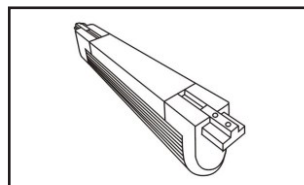

Рис.1
- Разметьте на поверхности места установки крепежных пластин (Рис.1)